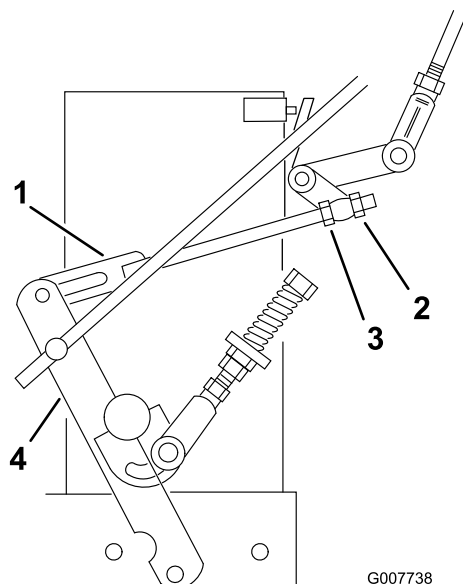

Figure 34
8. Desserrez l'écrou de réglage avant sur la timonerie de commande hydraulique gauche, comme illustré à la Figure 34.
9. Tournez l'écrou de réglage gauche dans le sens antihoraire jusqu'à ce que la roue tourne en avant (Figure 34).
10. Tournez l'écrou de réglage arrière dans le sens horaire 1/4 de tour à la fois. Déplacez ensuite le levier de commande de vitesse en avant et ramenez-le au point mort. Répétez cette opération jusqu'à ce que la roue gauche arrête de tourner en avant (Figure 34).